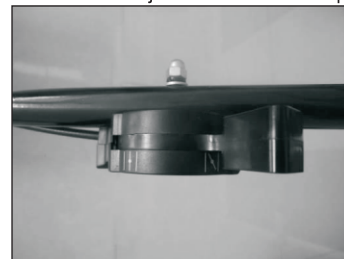

Fig. 9A
- Al arrancar el motor frío, gire la palanca del acelerador a la posición  (Fig. 9A). Al calentar el motor en funcionamiento, gire la palanca del acelerador a la posición  (Fig. 9A).